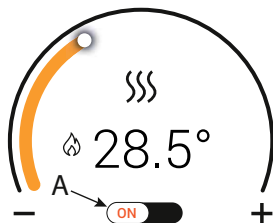
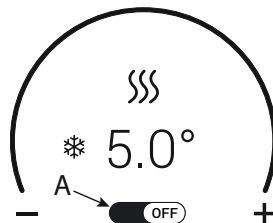

fig. 4- Función calefacción activada
fig. 5- Función calefacción no activada
Tocando el mando "A" (fig. 4 y fig. 5) es posible habilitar (ON) o deshabilitar (OFF) el funcionamiento de la calefacción.